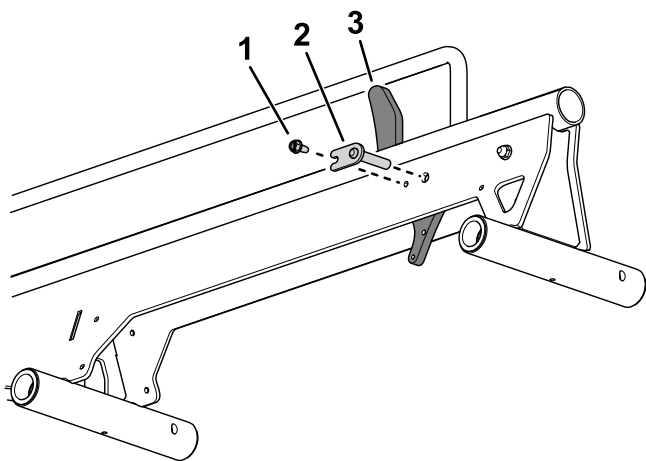

Figura 2
2. Utilice un pasador y un tornillo de cabeza hexagonal para fijar el tope de la rueda en el conjunto del raíl (Figura 2).